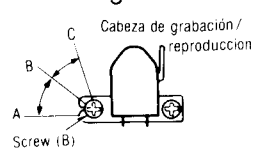
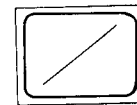

Fig. 3
Fig. 6
- Reproducir la señal de 8kHz desde la cinta de prueba (QZZCFM). Ajustar el tornillo (B) en Fig. 3 para obtener niveles L-CH y R-CH de salida máxima. Cuando los niveles de salida de L-CH y R-CH no están al máximo, al mismo tiempo, reajustar de la siguiente forma:
- Girar el tornillo mostrado en Fig. 3 para buscar los ángulos A y C (puntos donde los niveles de salida de cresta se obtienen para los canales derecho y izquierdo). Luego, localizar el ángulo B entre los ángulos A y C, por ej., el punto donde los niveles de salida de R-CH y L-CH estén equilibrados. (Consultar Fig. 3 y 4.)
5. Reproducir la señal de 8kHz desde la cinta de prueba (QZZCFM). Ajustar el tornillo. (B) de la Fig. 3 de forma que las agujas indicadoras de los dos EVM giren hacia el máximo y se obtenga una forma de onda como la indicada en la Fig. 6 sobre el osciloscopio.